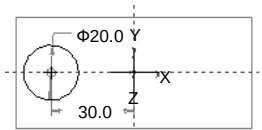

图 4.2.9 第一个截面
(2) 创建混合特征的第一个截面。进入草绘环境后，采用默认的草绘参考；单击 草绘 功能选项卡 草绘 区域中的“坐标系”按钮 坐标系 ，创建坐标系；绘制图 4.2.9 所示的截面图形（一个圆），完成绘制后，单击“确定”按钮 确定 。